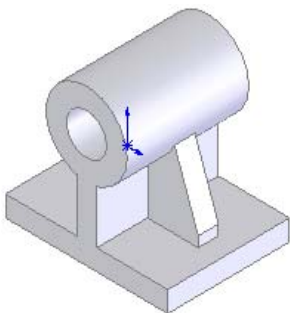
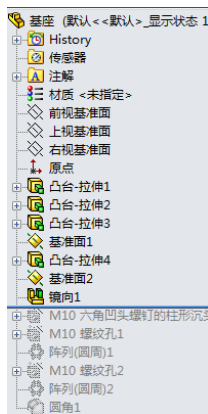

图 5-22 压缩特征后的基座
图 5-23 压缩后的“FeatureManager 设计树”
**05** 特征被压缩后，在模型中不再被显示，但是并没有被删除，被压缩的特征在“FeatureManager 设计树”中以灰色显示。图 5-22 所示为基座后面 5 个特征被压缩后的基座，图 5-23 所示为压缩后的“FeatureManager 设计树”。